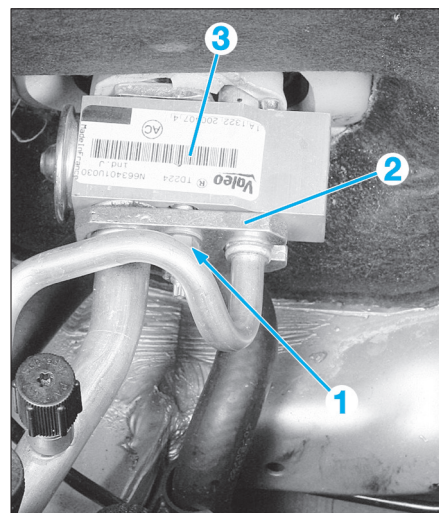

FIG. 12
- Déposer l'écrou de fixation (1) de la bride (2) des canalisations (Fig.12).
- la vis centrale de fixation du détendeur (3),